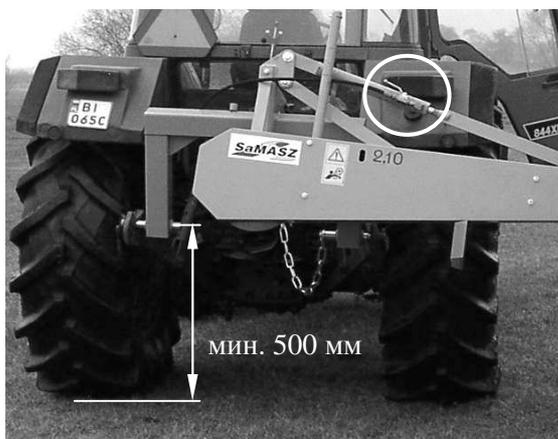
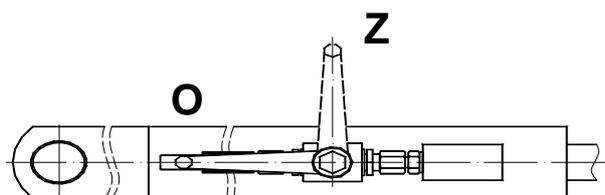

Рис. 15. Транспортное положение косилки
Рис. 16. Положение рычага клапана
Во время транспортировки рычаг запорного клапана обязательно должен находиться в положении „Z” – закрыто (Рис. 16). Это защитит косилку от случайного ее раскрытия при резком движении трактора. В худшем случае, это может привести к разрыву гидропровода и стать причиной аварии.
4. Обеспечить безопасность косилки от падения можно закрыв запорный клапан, (Рис. 16) расположенный на сервомоторе (Рис. 15).
- открыть запорный клапан, расположенный на сервомоторе (Рис. 16),